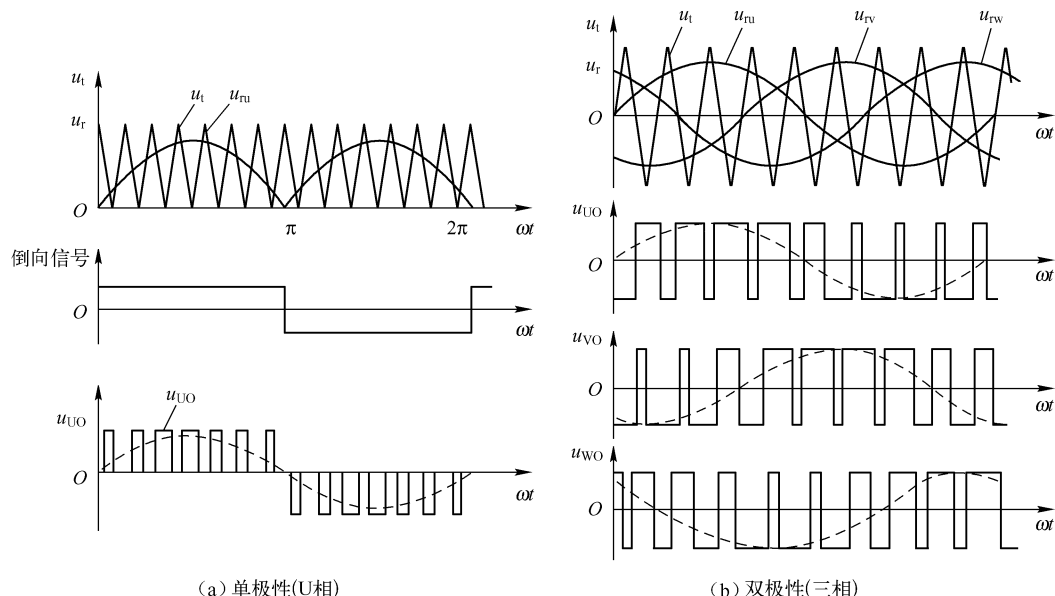

图 1-22 SPWM 调制波形
(1) 单极性的 SPWM 调制方式。在单极性的 SPWM 调制方式中, 参考信号为单极性三相对称且可变频变幅的正弦波  $u_{dv}$ 、 $u_{iv}$ 、 $u_{iw}$ , 这三个弱电信号彼此差  $120^\circ$  电角度, 共用的载波信号为单极性三角波  $u_t$ 。在逆变器输出的半个周波内, 在倒向信号控制下, 同一相的两个臂上的 GTR 仅有一个可能反复通断, 而另一个始终截止, 例如, 在 U 相的正半周内, 倒向信号为正,  $V_1$  可反复通断, 即当  $u_{ru} > u_t$  时,  $V_1$  导通, 当  $u_{ru} < u_t$  时,  $V_1$  截止, 而  $V_4$  则始终截止。同时, 在 U 相的负半周内, 倒向信号为负, 则  $V_4$  反复通断, 而  $V_1$  始终截止。由于载波信号为等腰三角波, 其他是线性变化的, 与光滑的正弦曲线相比后, 得到的各脉冲的宽度也随时间按正弦规律变化, 因此输出的调制波是恒幅、等矩而不等宽的脉冲序列, 其脉冲宽度也是呈正弦分布的, 各脉冲与正弦曲线下对应的面积成正比, 如图 1-22 所示。
(2) 双极性的 SPWM 调制方式。在双极性的 SPWM 调制方式中，参考信号和载波信号均为双极性信号，在逆变器输出的半个周期内，同一相的两个功率器件 GTR 互补交替通断，仍以 U 相为例，其调制规律为：不论正负半周，只要  $u_{tu} > u_i$ ， $V_1$  就导通， $V_4$  截止；反之，只要  $u_{tu} < u_i$ ，则  $V_4$  就导通， $V_1$  截止，由于参考信号本身具有正负半周，无需倒向信号进行正负半周判断，因此双极性 SPWM 的调制规律十分简单。双极性 SPWM 调制输出波形如图 1-22 (b) 所示。